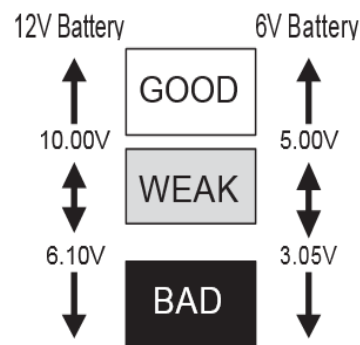

Figura 5 Resultado do teste de 500 CCA a 21°C
6. A figura 5 mostra o alcance para uma bateria de 500 CCA (Cold-Cranking Amperage) sob teste a 21°C. Para baterias avaliadas em outras faixas de CCA subtraia 0,1V para cada 100 CCA abaixo de 500 CCA a partir dos valores apresentados na figura 5. Para cada 100 CCA acima de 500 CCA, adicione 0.1V.